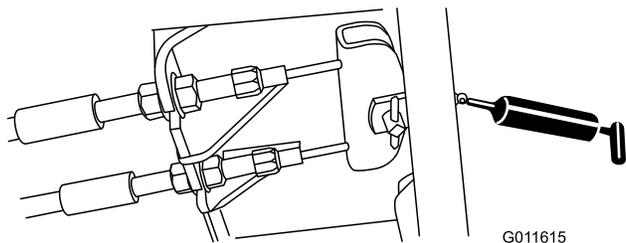

Рисунок 49
- Педаль тормоза (1 шт.) (Рисунок 49)